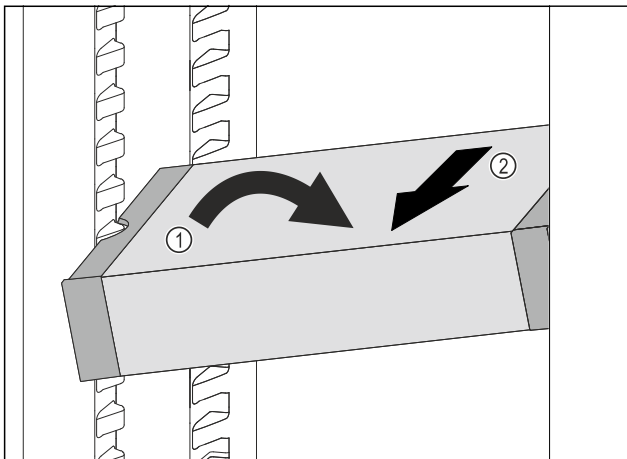

Fig. 100
- VarioSafe im Kühlteil schräg stellen. Fig. 100 (1)
- VarioSafe nach vorne entnehmen. Fig. 100 (2)